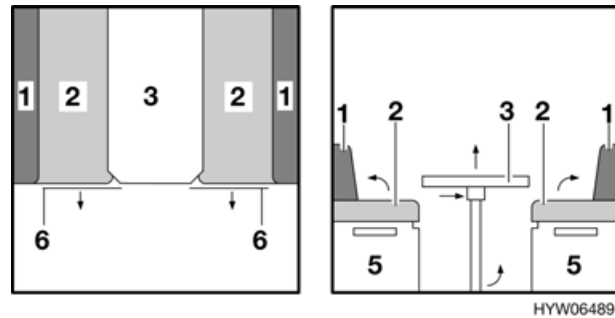

Bild 41 Vor dem Umbau
- Tischplatte (Bild 41,3) vorne leicht anheben.
- Die beiden Sitzpolster (Bild 41,2) aufstellen.
- Das rechte Rückenpolster (Bild 41,1) beiseite legen.